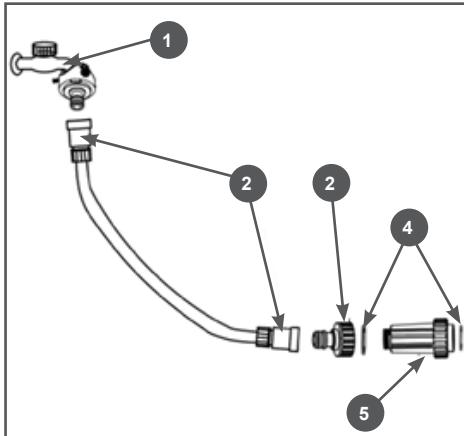

Рис.8 Подключение аппарата к водопроводу
- Подсоедините к водопроводному крану шланг подачи воды (в комплект не входит) (Рис. 8).